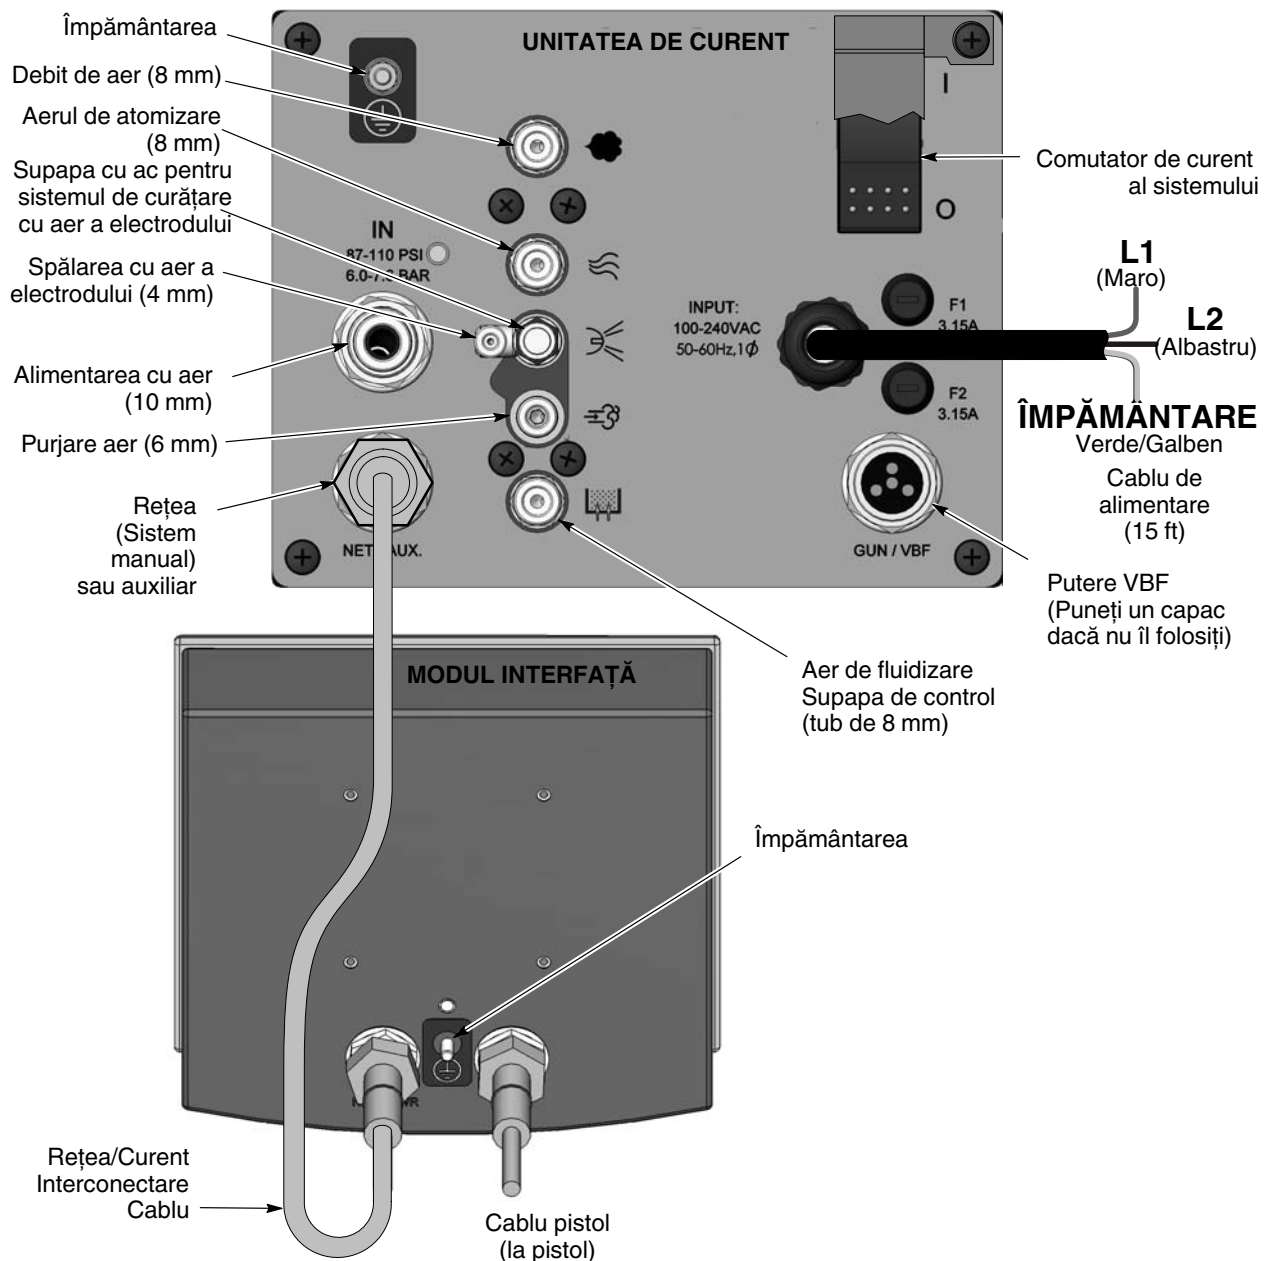

Figura 2-3 Conexiuni controlerul pistolului Encore
1. A se vedea Figura 2-3. Conectați cablul la priza modulului interfeței. Fișa cablului și priza sunt prevăzute cu o cheie.